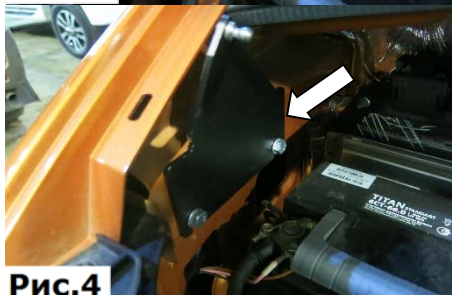

Рис.4
4. Надеть правый кронштейн пазами на наживленные болты М8х25, после чего затянуть болты М8х25 торцевой головкой №13 с усилием 23 Нм, (Рис.4).